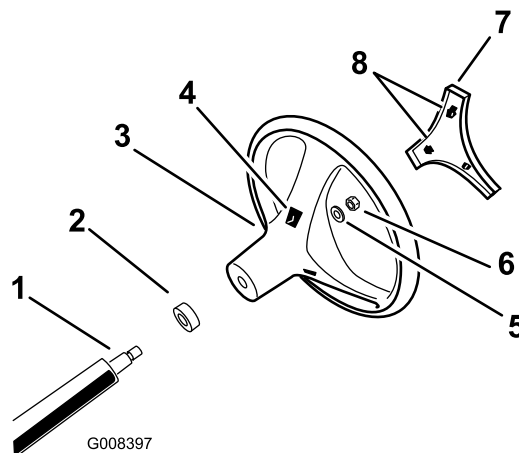

Figura 3
- Fije el volante a la columna con la tuerca (Figura 3). Apriete la tuerca a 24–29 Nm.